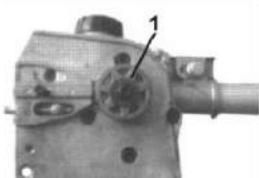

Fig.PP15
3. Si la roue dentée est usée, remplacez-la par une neuve (Fig.PP15)